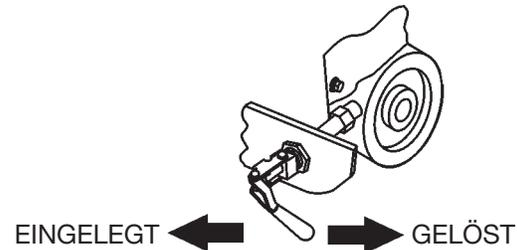

Abb. 22. Radbremse
1. Sicherstellen, dass die Radbremsen **EINGELEGT** sind (Abb. 22).
11. Wenn der Motor anläuft, den Starterklappenhebel (Abb. 22) langsam auf **OPEN** (AUF) zurückstellen. Startet der Motor nicht, dann die Schritte 7 bis 10 wiederholen.